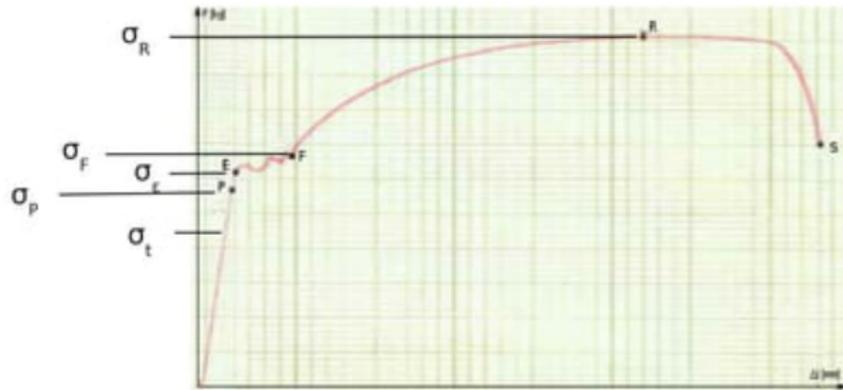

Figura 5. Tensión máxima de trabajo
- c) Que ofrecerá una margen de seguridad ante la posibilidad de que aparezcan fuerzas imprevistas. (Ver figura 5)